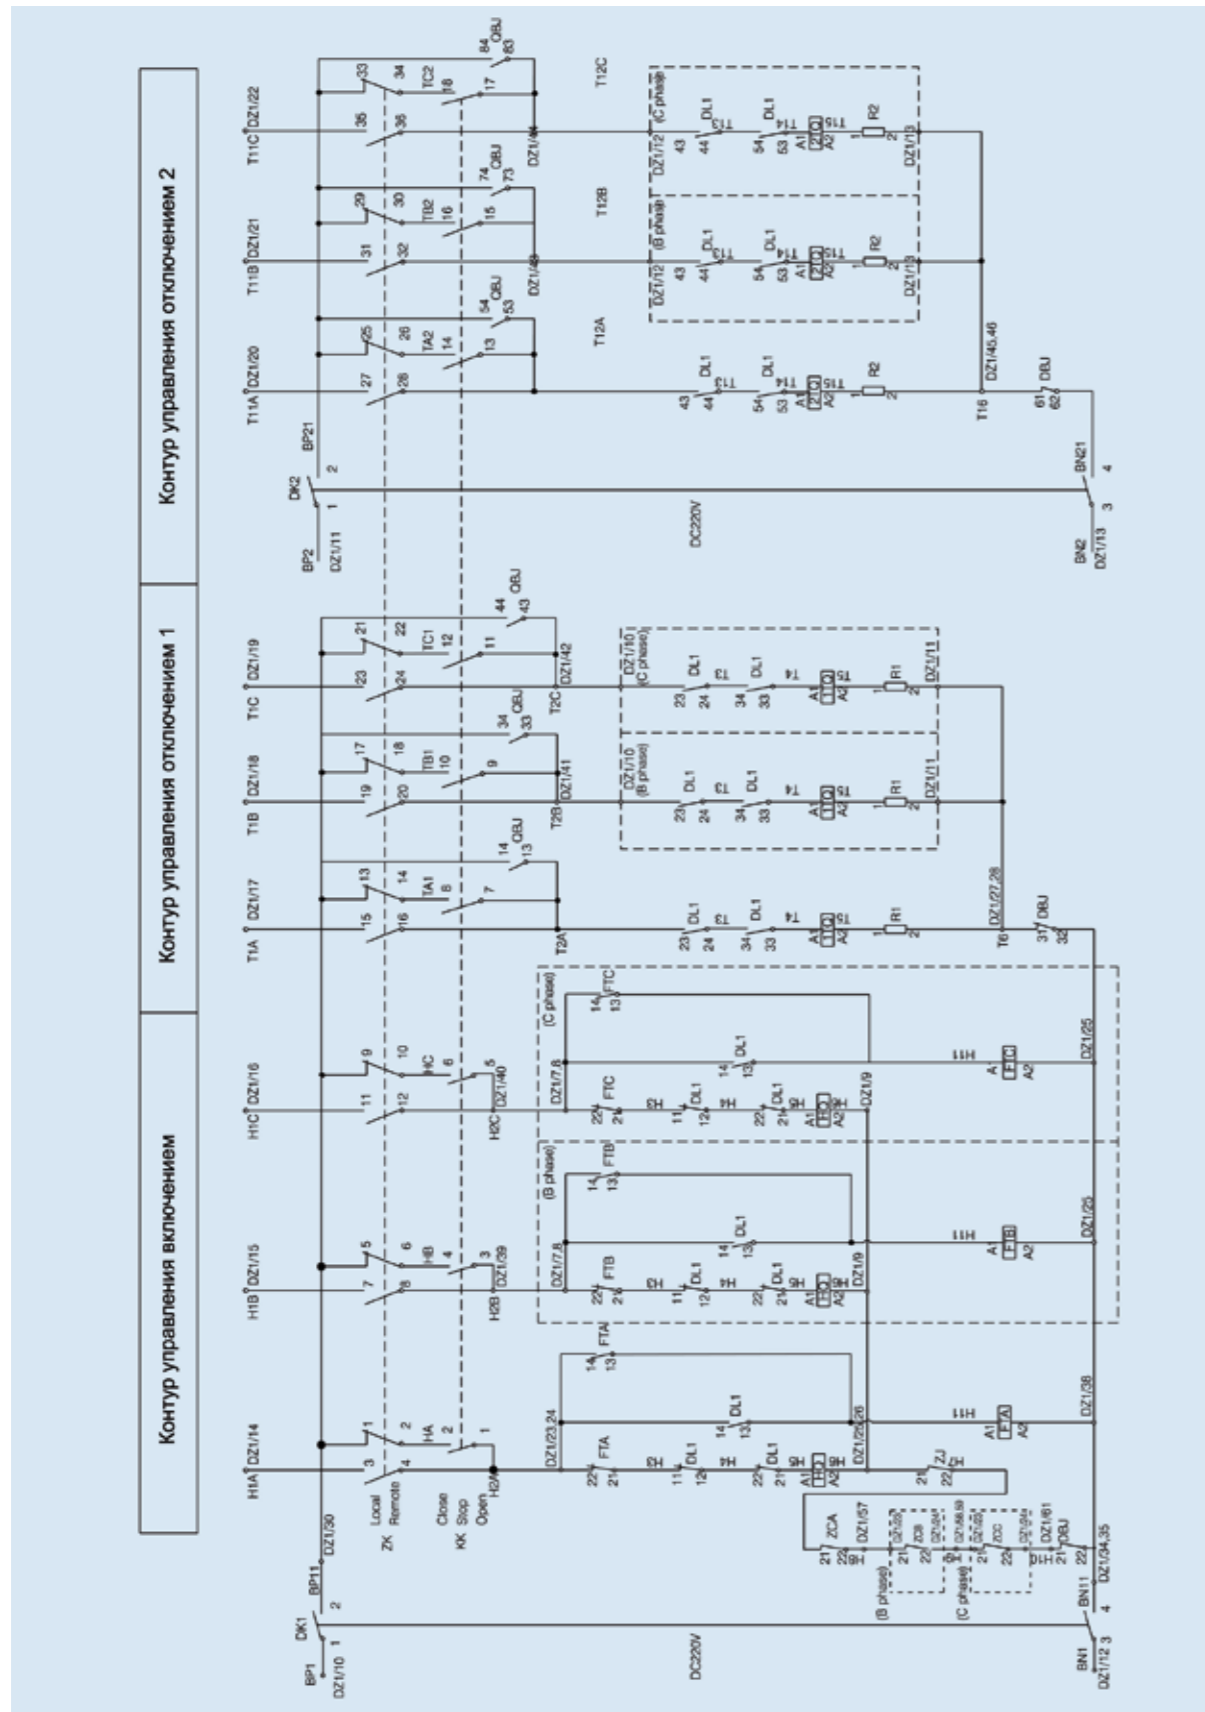

Рис. 6.2 Общая схема вторичной проводки
- Общая схема вторичной проводки (см. рис. 6.2, 6.3, 6.4, 6.5)